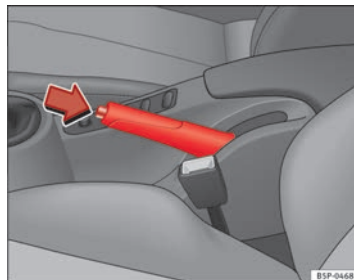

Fig. 150 Frein à main entre les sièges avant $\rightarrow$
⇒ fig. 150.
- Soulevez légèrement le levier du frein à main, appuyez sur le bouton de déblocage dans le sens de la flèche ⇒ fig. 150 et abaissez le levier au maximum ⇒ .